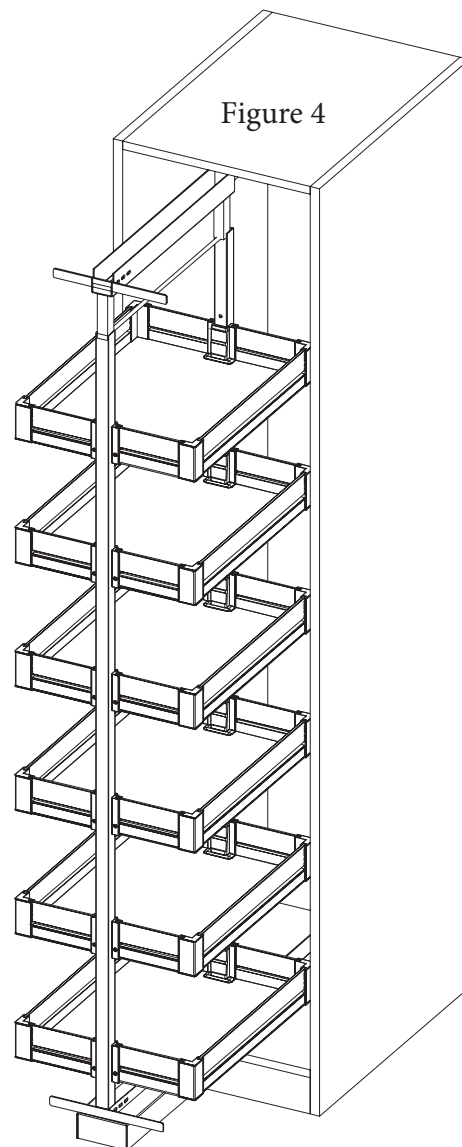

Figure 4
4. Verrouillez le cadre principal avec la vis sans tête creuse (F) pour fixer le cadre de réglage, comme illustré à la figure 4.
2. Installation terminée, comme illustré sur la figure 4.